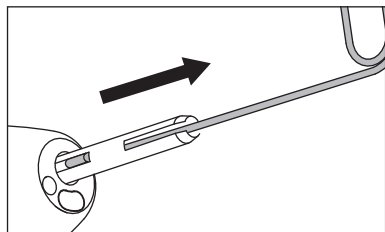

図4
- ①チャック開閉リングを“O”方向にカチンと音がするまで回します。
- ②付属の抜き治具をチャックに差し込み、バーストッパーの溝に引っ掛けて引き抜きます。(図4)